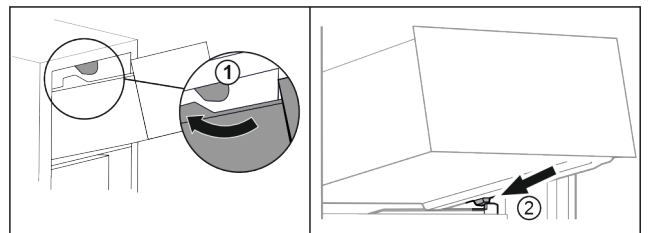

Fig. 69
- ▶ Обвести висувний ящик навколо верхнього стопора. Fig. 69 (1)
- ▶ Встановити висувний ящик за нижніми стопорами на ребро для резервуару навкоси. Fig. 69 (2)